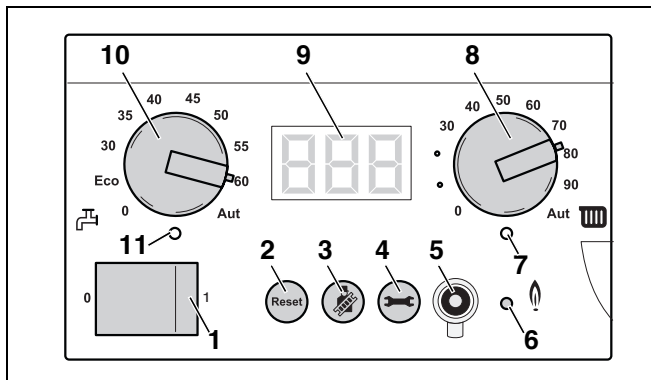

Рис. 55 Главный регулятор BC10
Пусковым выключателем (рис. 55, **поз. 1**) можно включать и выключать отопительный котел.
В случае неисправности может потребоваться повторный пуск отопительного котла с помощью кнопки "Сброс" (рис. 55, **поз. 2**).
С помощью кнопки "Трубочист" (рис. 55, поз. 3) можно установить на котле режим теста дымовых газов, сервисный и ручной режим.
В режиме "Трубочист", сервисном и ручном режиме действует максимальная температура воды в системе отопления, которая соответствует установке ручки управления "Максимальная температура воды в системе отопления" (рис. 55, поз. 8) на главном регуляторе BC10.
- Ограничьте максимальную температуру котловой воды с помощью ручки управления "максимальная температура котловой воды" (рис. 55, поз. 8) значением допустимой температуры подающей линии отопительного контура пола (обычно максимум 40 °C).
С помощью кнопки "Индикация состояния" (рис. 55, поз. 4) на дисплее могут быть отображены актуальные значения температуры котловой воды, давления установки и т.д. См. также таб. 18, "Индیکیруемые значения", стр. 93", таб. 19, "Индیکیруемые установки", стр. 94 и таб. 20, "Индیکیруемые коды", стр. 94.